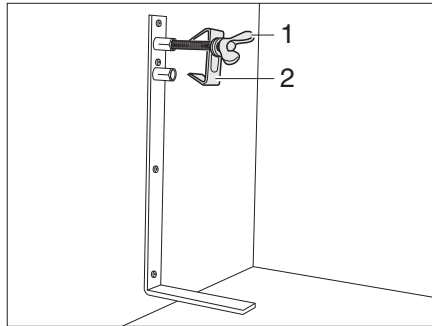

Bild 162 Reservhjulshållare
- Lossa skruven (Bild 162,1) och tag av den med centreringen (Bild 162,2).